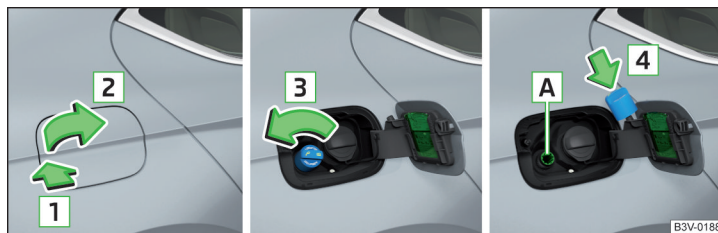

Fig. 317 Abrir la tapa del depósito/ desenroscar el cierre del depósito/ colocar el cierre del depósito en la tapa del depósito
- Presionar la tapa del depósito en el sentido de la flecha [1] y abrirla en el sentido de la flecha [2] » fig. 317.